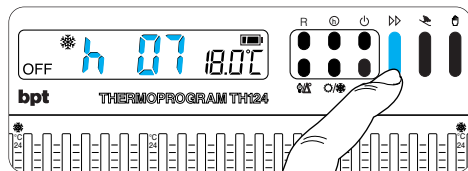

Fig. 40
**13.3** - Premere il pulsante  (fig. 40) sino a che,